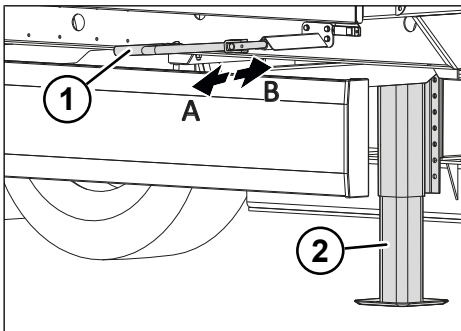

Fig. 5-2: Vitesse de charge et vitesse rapide des béquilles
- ▶ Enclencher la vitesse rapide en tirant la manivelle (voir "Fig. 5-2: Vitesse de charge et vitesse rapide des béquilles", p. 26).
- ▶ Enclencher la vitesse de charge en poussant la manivelle (voir "Fig. 5-2: Vitesse de charge et vitesse rapide des béquilles", p. 26).
- ▶ Régler la vitesse de charge en poussant la manivelle (voir "Fig. 5-2: Vitesse de charge et vitesse rapide des béquilles", p. 26).
- ▶ Régler la vitesse rapide en tirant la manivelle (voir "Fig. 5-2: Vitesse de charge et vitesse rapide des béquilles", p. 26).